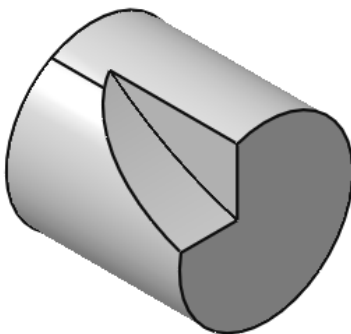

图 4-2 打开的模型文件(1)
1) 启动 CATIA V5 R20 后, 单击工具栏上的打开按钮, 打开选择文件对话框, 选择“xidao.catpart”(随书光盘: \第4章\4.1\uncompleted\xidao.catpart), 单击“OK”按钮, 打开的模型文件(1)如图4-2所示。